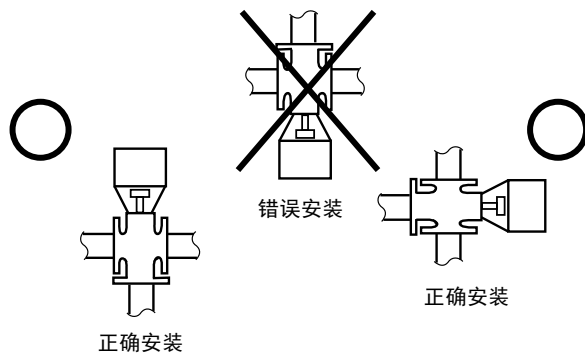

图4 安装方式
- 6) 执行器可在垂直到侧向之间的任何位置安装。安装 ACTIVAL 时，执行器应位于阀体正上方。(参考图4)但是，在室外时 ACTIVAL 必须始终在垂直位置安装。